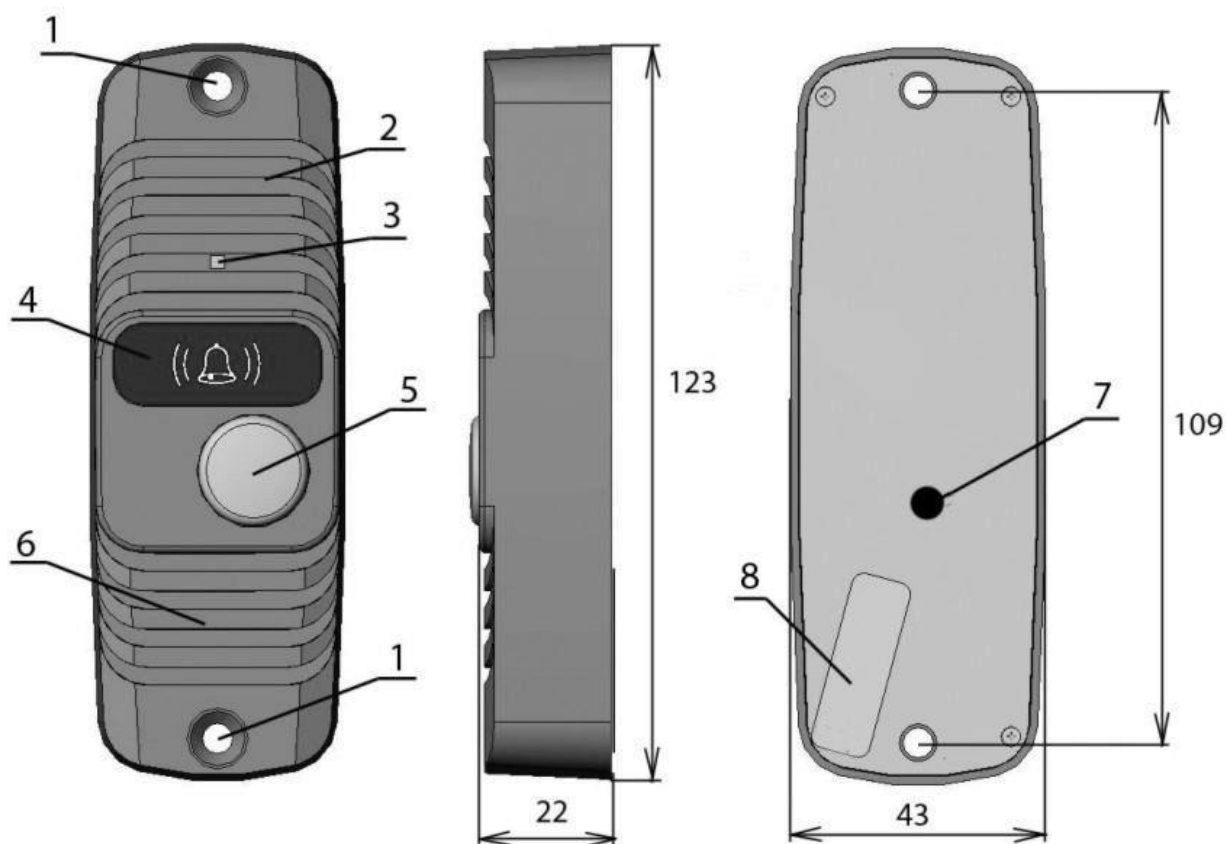

Рис. 1. Назначение основных узлов в панели: 1- Места крепления панели (закрываются заглушками)
6) Нажмите кнопку открывания замка на мониторе. Вызывная панель должна показать открывание замка зуммером (короткий писк или серия писков) и светодиодом (короткое мигание) за защитным фильтром ИК-подсветки (4 на рис. 1), замок должен открыться.